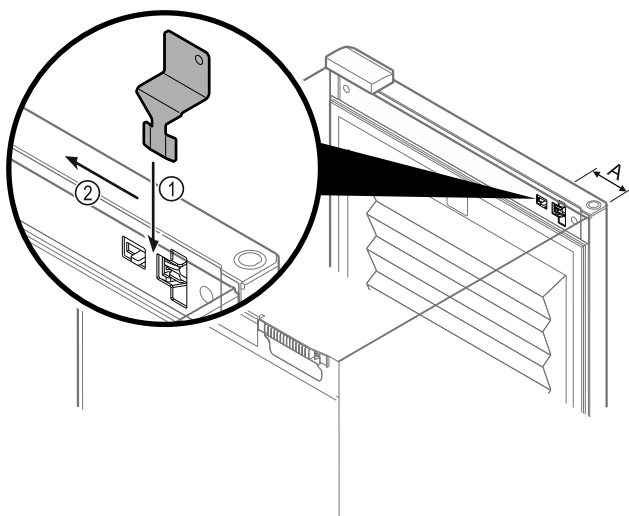

Fig. 164
- Positionner la clé de déverrouillage de secours à l'endroit indiqué Fig. 164 (A) \approx 100 mm.
- Insérer par le haut et jusqu'au bout la clé de déverrouillage de secours entre la porte et le corps de l'appareil Fig. 164 (1).
- Tirer la clé de déverrouillage de secours en direction de la charnière Fig. 164 (2).